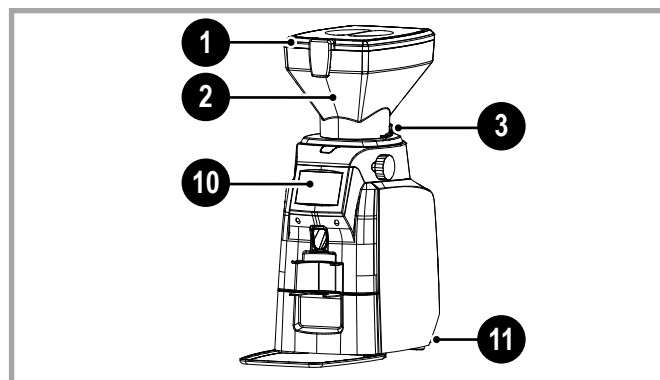

Fig. 6.1 - COLOCAR EM FUNCIONAMENTO DIÁRIO
Para colocar em funcionamento diário, ver Fig. 6.1.
- Ligue o aparelho colocando o interruptor (11 - Fig. 6.1) na posição "1".
- Ao ligar o moinho-doseador, no visor (10 - Fig. 6.1) é mostrado o ícone da marca e em seguida a página principal.
- No final da atividade diária, desligue o aparelho colocando o interruptor principal (11 - Fig. 6.1) na posição "0".
- Verifique se a tremonha (2 - Fig. 6.1) está perfeitamente posicionada no moinho-doseador.
- Eleve a tampa (1 - Fig. 6.1), então encha e tremonha com grãos de café.
- Verifique se a porta abre completamente (3 - Fig. 6.1), puxando-a para o externo.
Ao índice granulométrico também se pode aceder carregando na barra apropriada (ver 5 - Fig. 6.1).